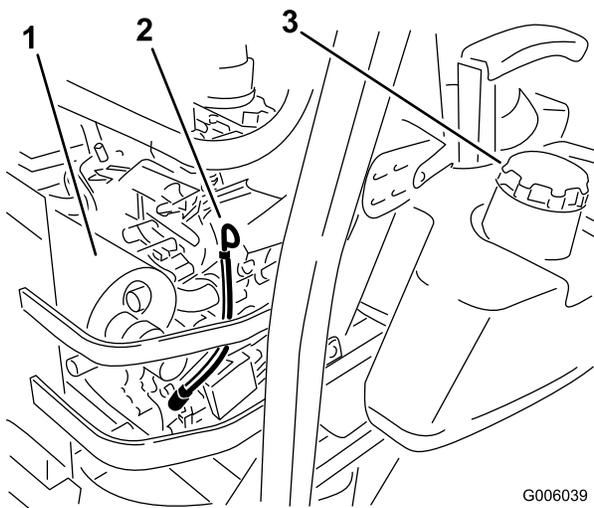

Figura 34
5. Limpie alrededor de la varilla de aceite (Figura 34) para que no pueda caer suciedad en el motor.
6. Retire la varilla de aceite y limpie el extremo metálico (Figura 34).
7. Introduzca la varilla a fondo en el motor. Retire la varilla y observe el extremo metálico (Figura 34). Si el nivel de aceite es bajo, vierta lentamente sólo la cantidad de aceite suficiente para que el nivel llegue a la marca Lleno.